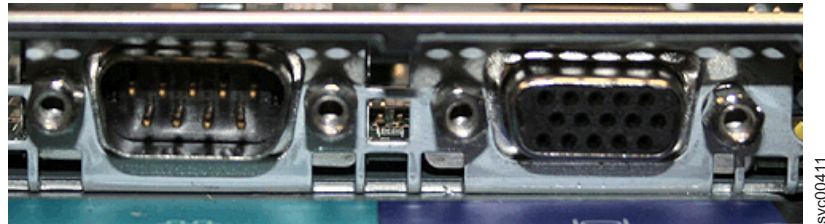

図 277. SAN ボリューム・コントローラー 2145-8G4 のシリアル・ポートとビデオ・ポート
18. ノードの後部で、シリアル・ポートとビデオ出力ポートの横から 4 個の絶縁体ねじを取り外します。図 277 は、絶縁体ねじの位置を示しています。